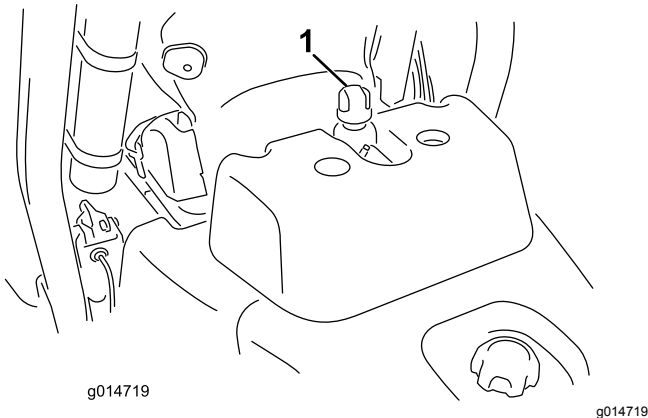

Bild 29
2. Nehmen Sie den Deckel vom Behälter ab (Bild 29).